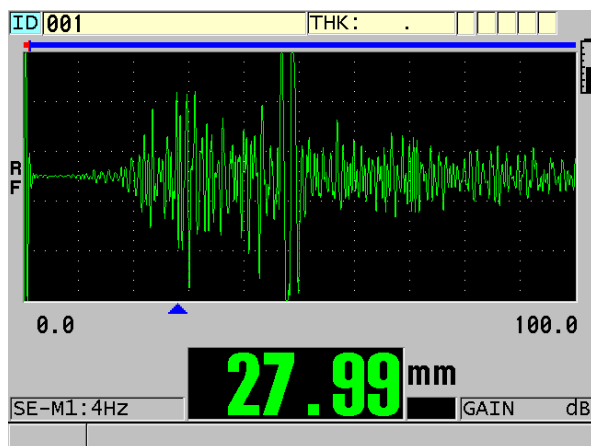
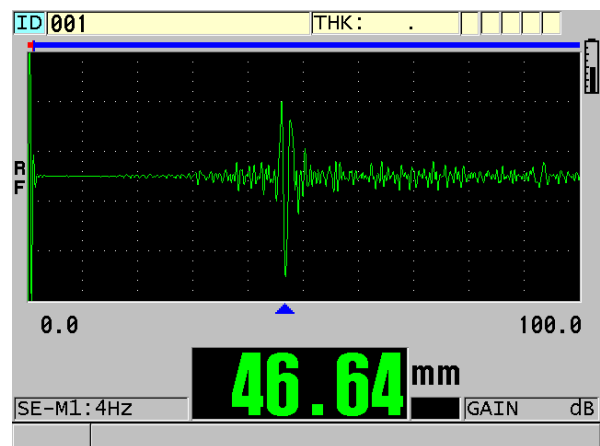

Figura 1. Ruído de dispersão provoca uma falsa leitura (o eco da parede traseira está próximo ao centro da tela).
Figura 2. Leitura correta após ajuste do ganho e da inclinação TDG (o eco da parede traseira é exibido claramente).
**Ruído de dispersão:** a estrutura de granulação grossa de alguns metais fundidos produz ruído de dispersão interna que precede o eco da parede traseira. O ruído de dispersão pode fazer com que o software de medição de espessura realize falsas leituras, especialmente ao usar as configurações padrão do medidor em vez de configurações personalizadas. Esta condição pode ser prontamente diagnosticada através da observação da forma de onda. Normalmente, o ruído de dispersão interna pode ser eliminado mudando para um transdutor de frequência mais baixa ou por ajustes simples no ganho e/ou no blanking do instrumento (veja as formas de onda do 38DL PLUS na Figura 1 e Figura 2).